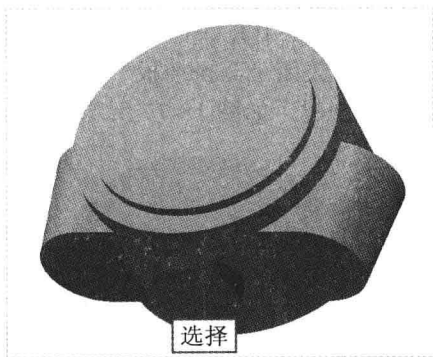

图 18-74 选择拔模曲面 2
Step 13 采用与上同样的方法，使用“拔模”命令，弹出“拔模”选项卡，按住【Ctrl】键的同时，在绘图区选择合适的曲面作为拔模曲面，如图 18-74 所示。